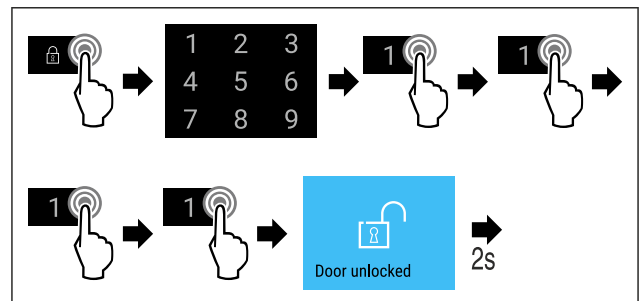

Fig. 78 Bloquear la puerta con el código de puerta 1 1 1 1.
- ▶ Seguir los pasos de procedimiento (consulte Fig. 78) .